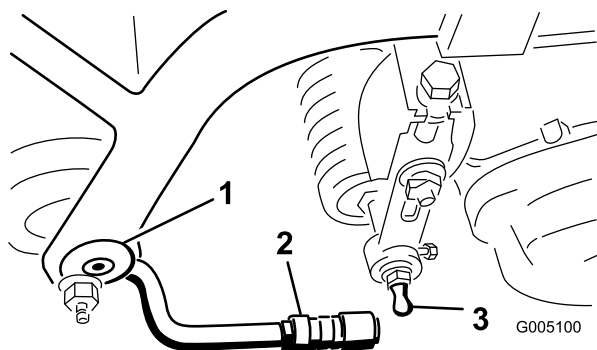

Figura 8
2. Monte uma anilha e um perno de esfera em cada extremidade do rolo da frente das unidades de corte (Figura 8).
4. Faça deslizar a manga de novo para a junta esférica e rode o braço para baixo para que o suporte encaixe no perno de esfera. Solte a manga para que deslize por baixo do perno e bloqueie as estruturas (Figura 8).